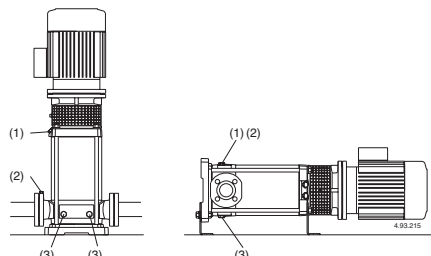

Fig. 4 (1) Fyllning samt luftskruv
Om den sugande funktionen upphör (tryckmanometern svänger eller om trycket minskar/ökar) se till att alla röranslutningar på sugsidan är täta, repetera avluftningen på sugsidan (2), se till att avluftningsskruven (2) samt dräneringspluggen (3) är täta på sugsidan (**fig. 4**).
För att förlänga livslängden skall pumpen som vid pumpning av förorenade vätskor köras med en ren vätska efteråt för att avlägsna partiklar eller, efter dränering genomförs rengöring genom att rent vatten (minst 40 liter) hålles in genom fyllnadspluggen (1) på trycksidan tills det kommer ut genom dräneringshålet (3) på sugsidan (**fig. 4**).
Före demontering, koppla bort strömkabeln från terminalboxen. Stäng ventilerna på sug och trycksidan och töm pumphuset (**fig.4**).